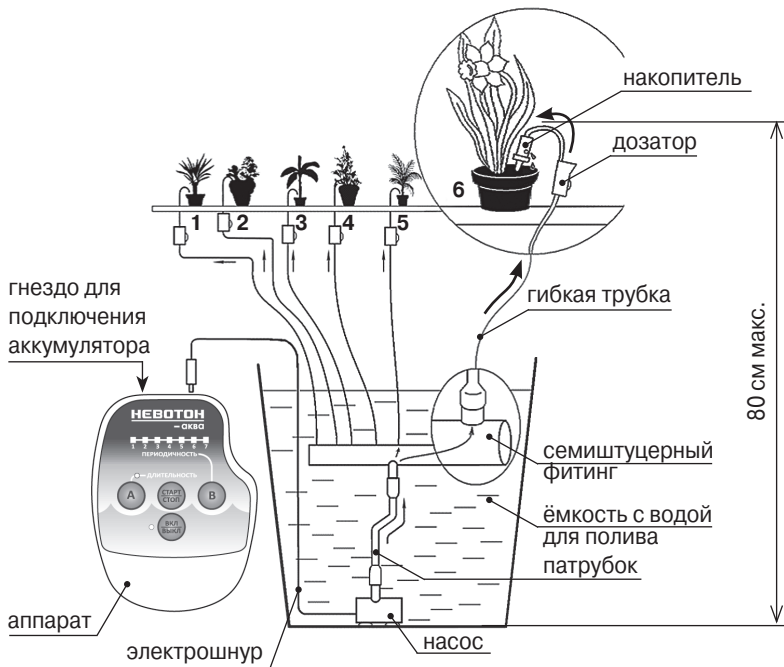
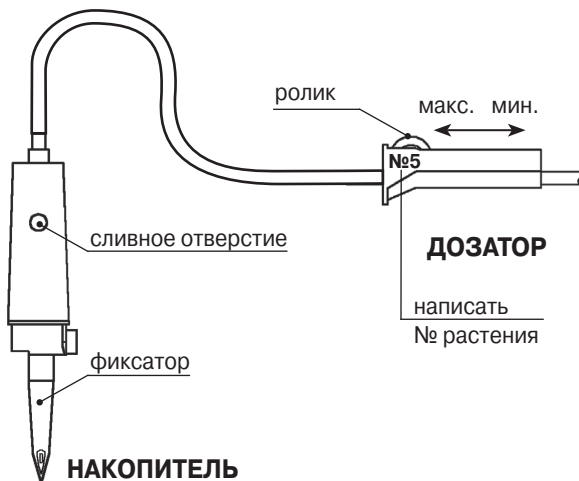

Рис. 1. Схема построения типовой автоматической системы с использованием аппарата НЕВОТОН-аква
Рис. 2. Роликовый дозатор и накопитель
Коротким патрубком (см. рис. 1) соединяем выход насоса и фитинг, имеющий шесть выходных штуцеров. На каждый выходной штуцер фитинга надеваем резиновый наконечник гибкой трубки. На этой трубке имеется роликовый дозатор, который можно перемещать по поверхности трубки, и накопитель со сливным отверстием и фиксатором (см. рис. 2).
От насоса идет электрошнур со штыревым разъёмом. Его необходимо включить в гнездо на корпусе аппарата НЕВОТОН-аква (см. рис. 1).
- устанавливаем ролики всех дозаторов в положение, как показано на рис. 2;
Нажимаем на включённом аппарате кнопку «**А**», светодиодный индикатор кнопки «**А**» начинает мигать. В пустую вспомогательную ёмкость или ёмкость для полива, куда опущены трубки с дозаторами, польётся вода. Берем в руки все трубки с накопителями и начинаем при помощи вращения (перемещения) роликов дозаторов устанавливать величину вытекающей из накопителей воды. При перемещении ролика дозатора (см. рис. 2) от «**Макс.**» к «**Мин.**» струя воды уменьшается. Таким образом, для растений №3 и №6 в нашем примере струи воды должны быть в два раза больше, чем для остальных растений (см. табл. 1). Повторным нажатием на кнопку «**А**» выключаем насос. Аппарат при этом остаётся включённым. Светодиодный индикатор кнопки «**А**» светится непрерывно.
Проверим, что в ёмкость для полива налита вода и в неё опущен насос системы. Закрепим наконечники накопительных капсул в грунте цветочных горшков (или на дачных грядках) – см. рис. 1. Теперь мы можем сказать: **система автоматического полива готова к эксплуатации.**
ж) Система может работать от внешнего источника постоянного напряжения (например, аккумулятора) от 8 до 14 В. В комплекте к аппарату имеется разъем с электрошнуром для подключения аккумулятора (см. рис. 1).